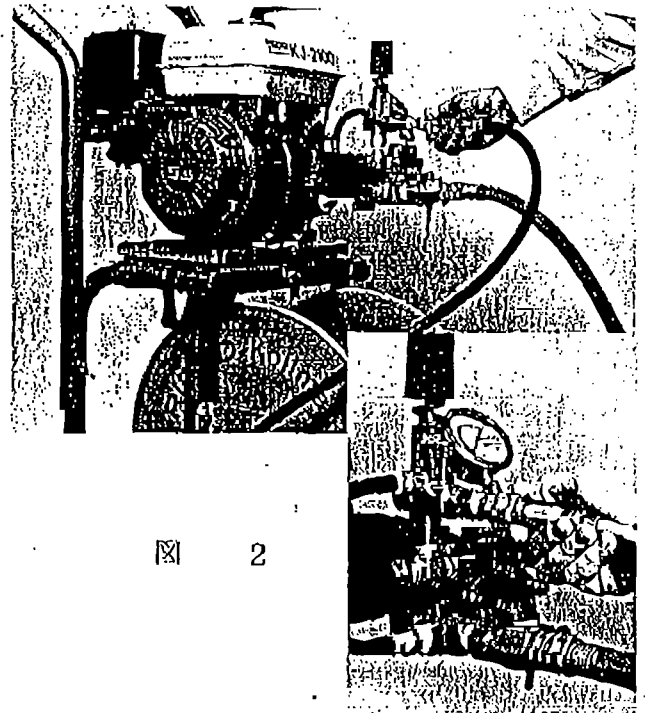

図 2
- 5 作業用ジェット・ホースをジェット・アウトレットにつなげて下さい。(図2)